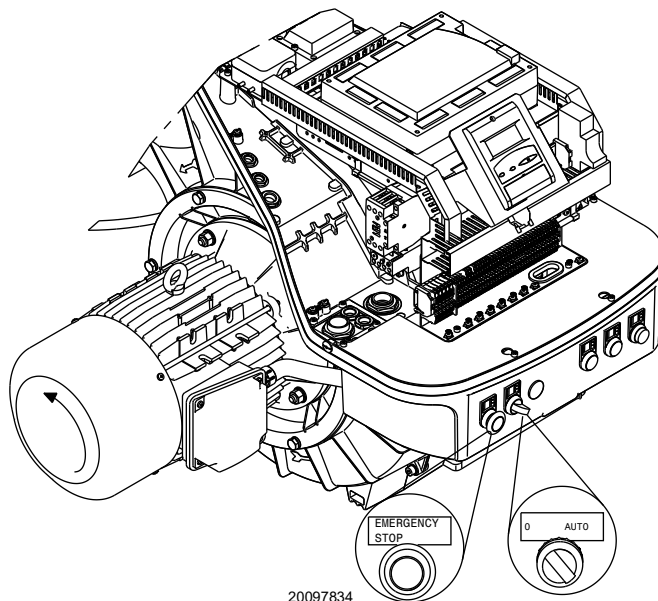

Fig. 23
Mettre l'interrupteur en position « **AUTO** » (Fig. 23).
Quand le brûleur démarre, vérifier la direction de la rotation du moteur, comme indiqué sur la (Fig. 23).
- mettre l'interrupteur de la Fig. 23 sur « **0** » et attendre que la boîte de contrôle réalise la phase d'extinction ;